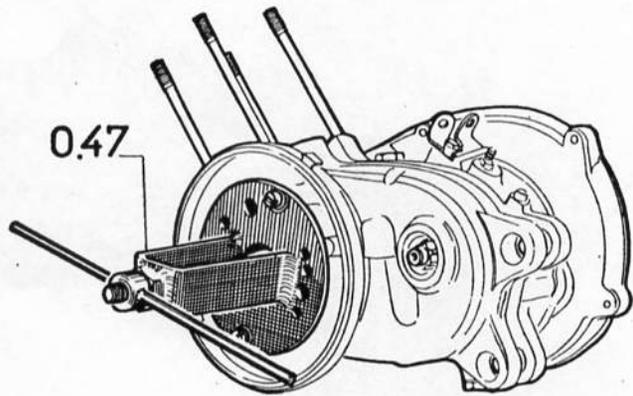

Fig. 31
- A l'aide de l'ensemble des outils 0.47, 0.78 B et 0.47 D montés sur le carter gauche, amener les plans de joint en contact. Veiller à ce qu'ils restent parallèles au moment où les silenblocs s'engagent (fig. 31).